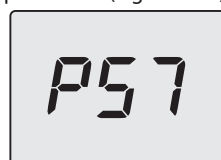

Figura 5.28
- Scorrere i vari parametri utilizzando i tasti 13 (indietro) o 15 (avanti) fino a far apparire sul display LCD le lettere **P57** che si alternano con il valore del parametro (Figura 5.28).